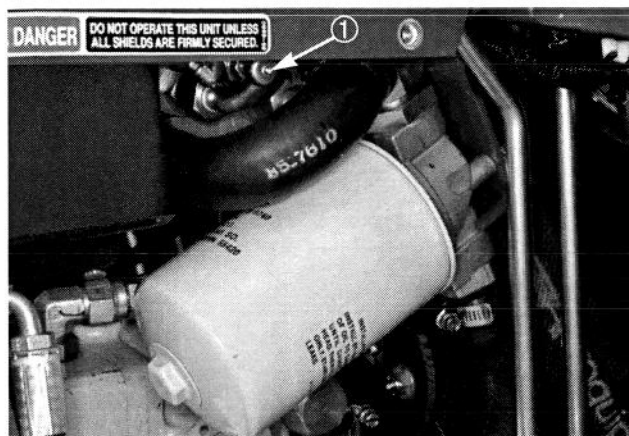

Figure 10
**Robinet d'arrivée de carburant** (Fig. 10)—Fermer le robinet d'arrivée de carburant avant de ranger la machine.